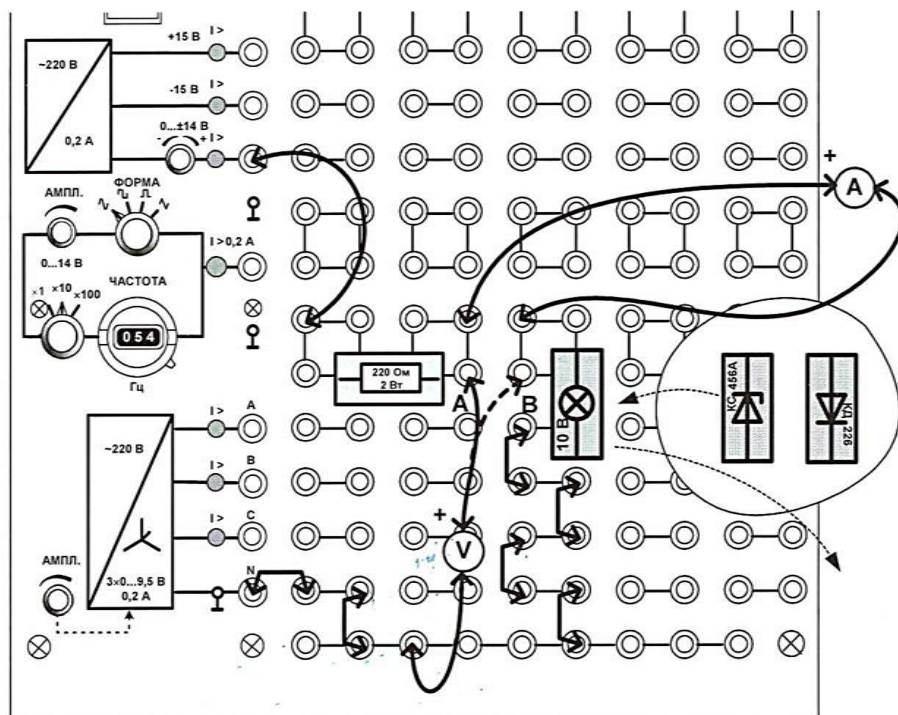

Рис. 5.2. Монтажная схема
5.1. Для снятия ВАХ лампы накаливания соберите цепь согласно принципиальной схеме 5.1.а, которая называется схемой измерения с погрешностью по напряжению и используется в случае, когда сопротивление испытуемого элемента велико по сравнению с сопротивлением амперметра. Монтажная схема изображена на рис. 5.2. Используйте регулируемый источник постоянного напряжения «0...14 В».
Обратите внимание, что вольтметр и амперметр в этой схеме своими положительными клеммами подключены к точке «А» (Рис. 5.2).
5.3. Замените лампу накаливания стабилитроном, соблюдая полярность, показанную на рис. 5.2, и снимите его ВАХ $i_2 = f_2(u)$, устанавливая либо напряжения, либо токи, указанные в табл. 5.2.
Для увеличения точности при положительных напряжениях и токах вольтметр должен быть подключён к точке «А», а при отрицательных – к точке «В» (Рис. 5.2).